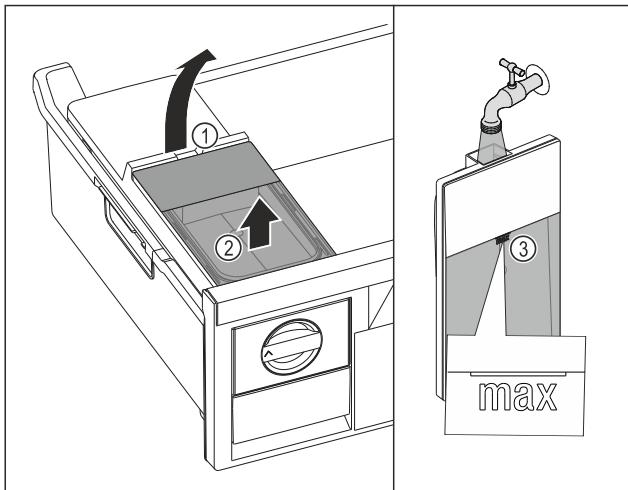

Fig. 124
- Nádržku na vodu nadvihnite za vybranie Fig. 124 (1).
- Nádržku na vodu odoberte nahor. Fig. 124 (2)
- Nádržku na vodu naplňte pitnou vodou po značku Fig. 124 (3).